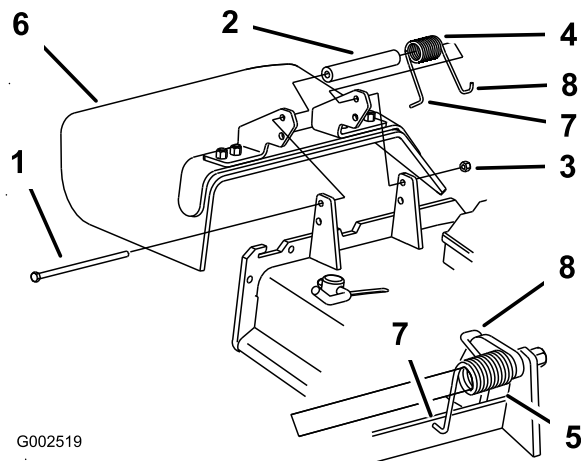

Figura 107
1. Togliete il dado di bloccaggio, il bullone, la molla e il distanziale che fissano il deflettore alle staffe orientabili del tosaerba (Figura 107).
**Nota:** Verificate che l'estremità a L della molla si trovi dietro il bordo del piatto di taglio prima di montare il bullone, come illustrato nella Figura 107
5. Infilate l'estremità a J della molla attorno al deflettore di sfalcio (Figura 107).